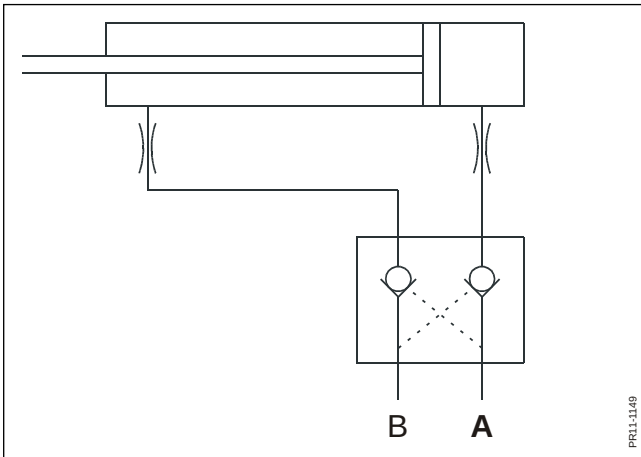

Fig. 12.7
- Fig. 12.7** Diagram for løftecylinder for elevator. Cylinderen er udstyret med en dobbelt pilotstyret kontraventil som sikrer at elevatoren ikke synker i tilfælde af lækage eller slangebrud.